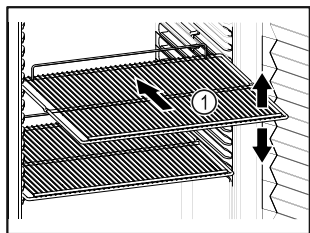

Fig. 78 Ilustrační zobrazení
- ☐ Pokud jsou odstavňové rošty Fig. 78 (1) přemístitelné, přizpůsobte je vždy na danou výšku.